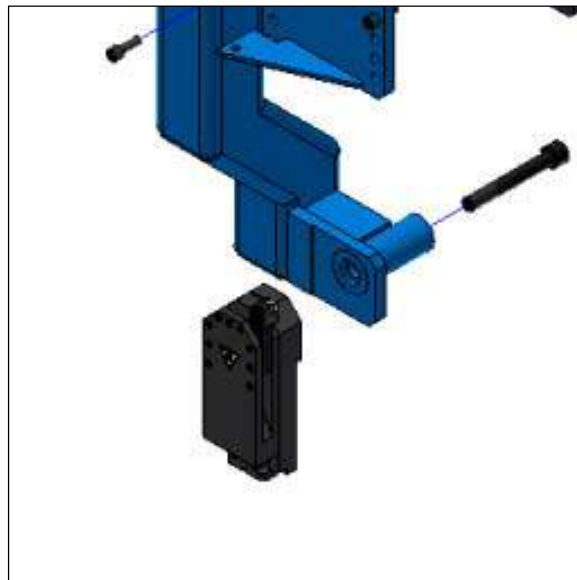

Abbildung 23. Einzelheiten zur Werkzeugkopf-Baugruppe
1. Befestigen Sie den Werkzeugkopf mit der M20-Zylinderschraube und der Unterlegscheibe, mit der Sie den Werkzeugkopf am Radialarm befestigen (siehe Abbildung Abbildung 23). Die Zylinderschraube mit 185 Nm (135 ft-lbs) festziehen.